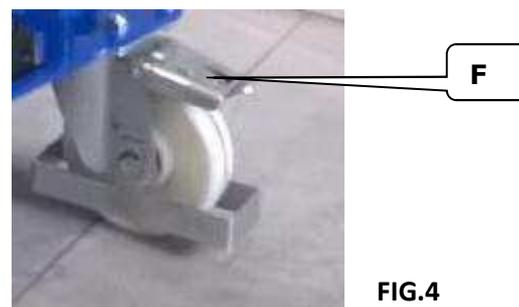

FIG.4
Le operazioni di sollevamento/discesa del carico devono essere svolte con il carrello bloccato dal fermo ruota (FIG. 3 RIF.E)-(FIG.4-RIF.F)
Dispositivo di sicurezza blocca bobina (FIG 4)
- Culla porta-bobine: verificare periodicamente il corretto funzionamento del dispositivo di sicurezza (FIG.4 PAR.2.6)